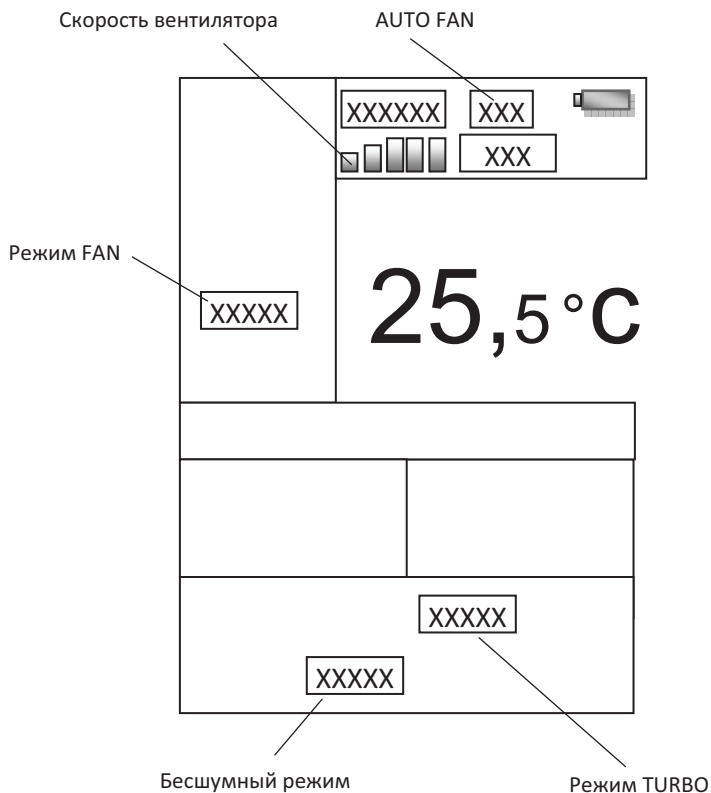

Рис. 5.7
- При выборе режима на на ЖК-дисплее высветится символ в зоне индикации согласно рис. 5.7.